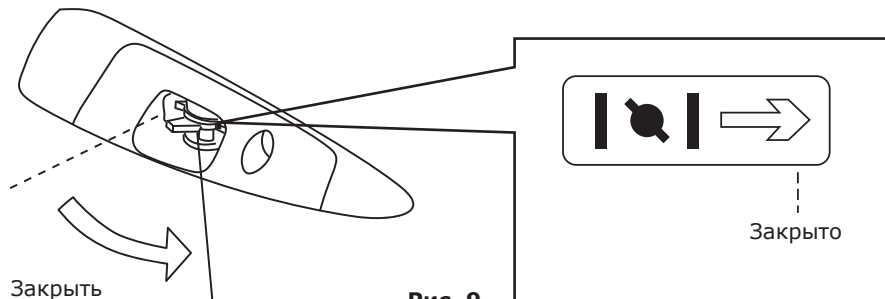

Рис. 9
- Поставьте рычаг привода воздушной заслонки (рис. 9) в следующее положение: